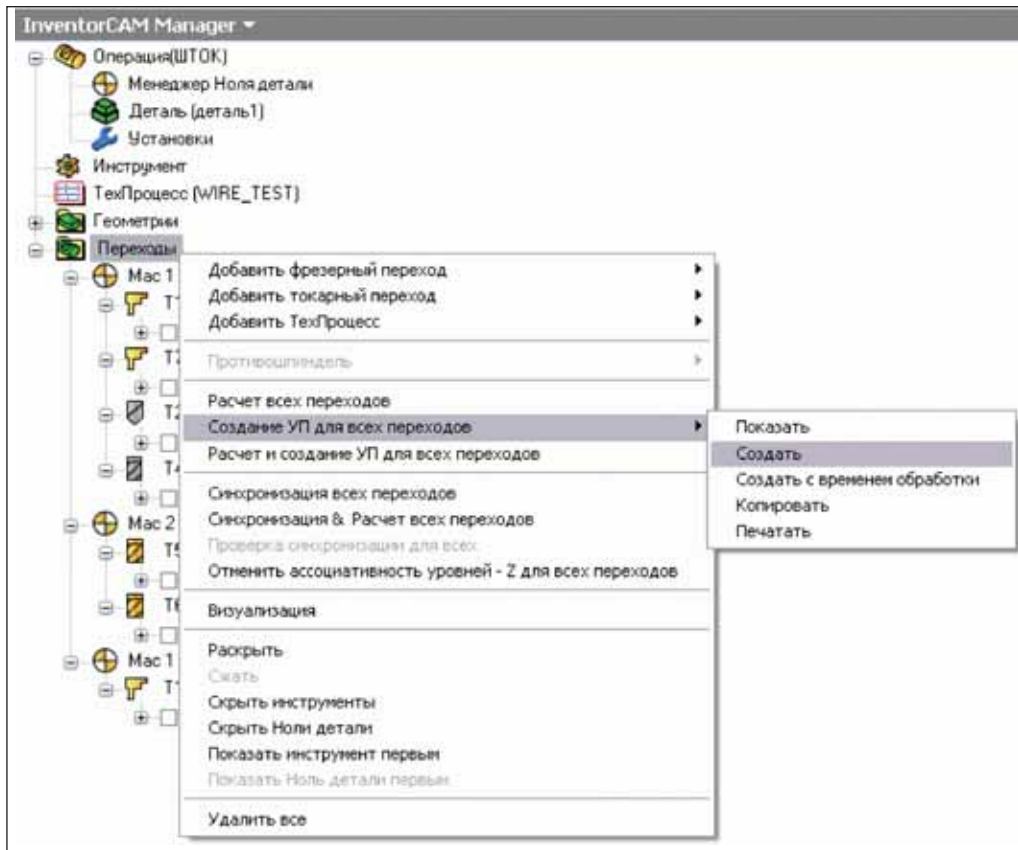

Рис. 17
**Шаг 6.** Чтобы получить общую управляющую программу для всего проекта обработки, необходимо нажать ПрКМ в ICM на разделе *Переходы* и в контекстном меню выбрать команду *Создание УП для всех переходов* (рис. 17).